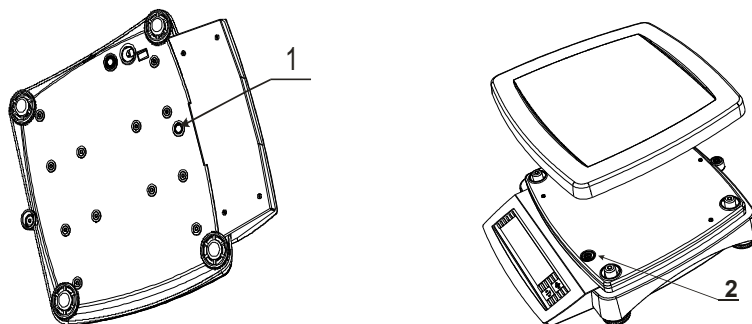

Рисунок 16
- снять пломбу **1**, расположенную снизу на корпусе весов (см. рисунок 16);
- снять пломбу **1**, расположенную снизу на корпусе весов (см. рисунок 16 и 17);